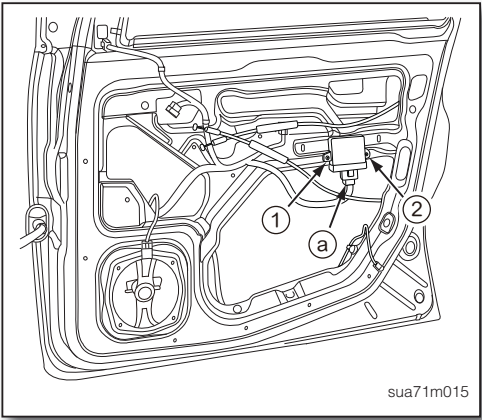

图9
- 3. 拆开右前电动窗控制模块线束接头a (如图9)。
- 4. 拆下右前电动窗控制模块固定螺丝①~② (如图9)。